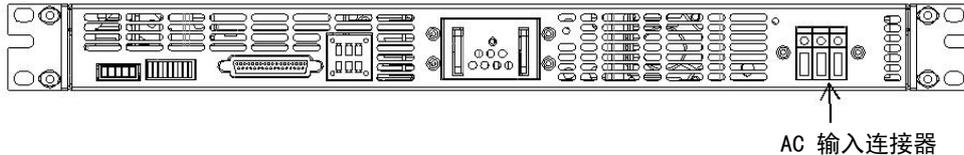
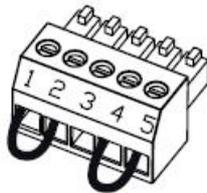

图 3-1 AC 输入（1500W 机型）
图 3-2 遥测连接器默认连接
下列程序能确保电源的正常运行，并可作为最基本的进货检查。有关程序中所显示的各个控制的位置，请参考图 3-1 和图 3-2。
- 遥测连接器:如图 3-2 所示处于本机电压取样模式：